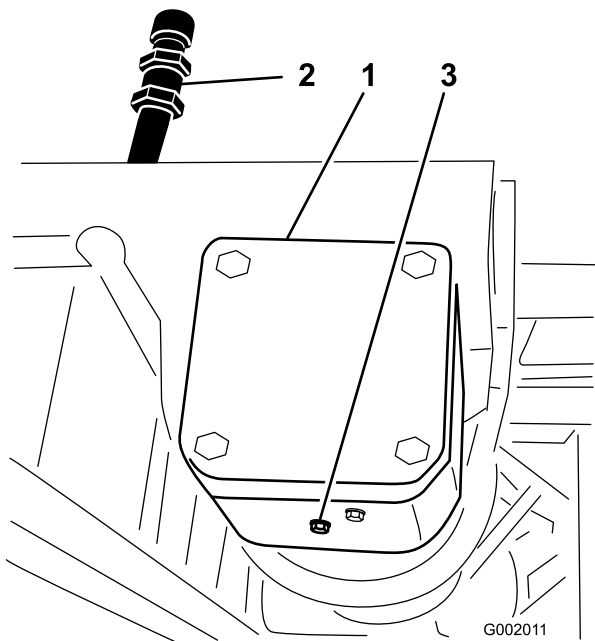

図 67
2. ドレン・プラグの下にオイルを受ける容器をおく(図 67)。
3. 補給口プラグとドレン・プラグを取り (図 67)、排出されるオイルを容器で回収する。